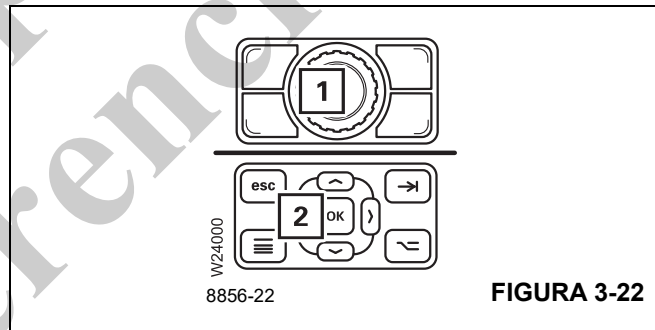
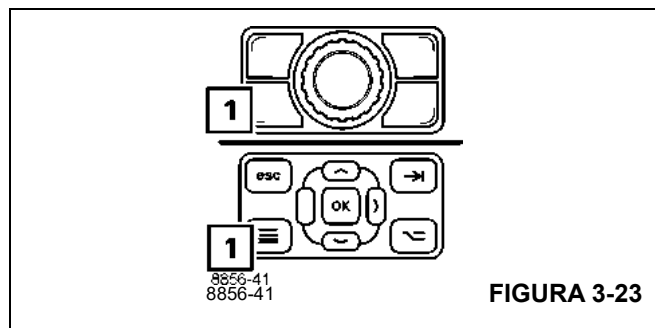

FIGURA 3-22
FIGURA 3-23
Si la instrucción dada en esta sección indica “Pulse el botón una vez...”, por ejemplo, esto siempre se refiere al botón (1), (Figura 3-22) o (2), (Figura 3-22). Esto ocurre si un menú se abre o una función se activa.
Los botones (1), (Figura 3-22) y (2), (Figura 3-22), indican que el menú activo puede cambiar de pantalla utilizando el cuadrante selector (1), (Figura 3-22) o utilizando el botón inferior izquierdo de cualquiera de las dos pantallas (Figura 3-23).